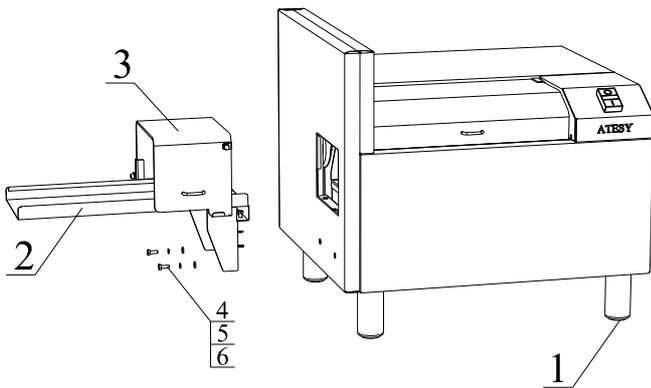

Рис.1
- Вкрутить съёмные части ножек (поз.1) (рис.1).
5.2.5. Нарезанный хлеб собирается на платформе. Чтобы взять его необходимо открыть предохранительную крышку (поз.3) (рис.1).